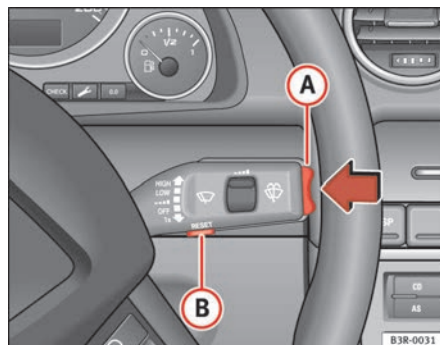

Fig. 57 Leva dei tergicristalli Selettore
- Per modificare il valore memorizzato, premere la parte superiore o inferiore del selettore situato sulla leva del tergicristallo (A ⇒ fig. 57). Il valore aumenta o diminuisce in ragione di 10 km/h alla volta.
- Premere il tasto Reset sulla leva del tergicristallo (B ⇒ fig. 57) finché sul display non compare il simbolo di avvertimento sbarato della soglia di avvertimento 2.